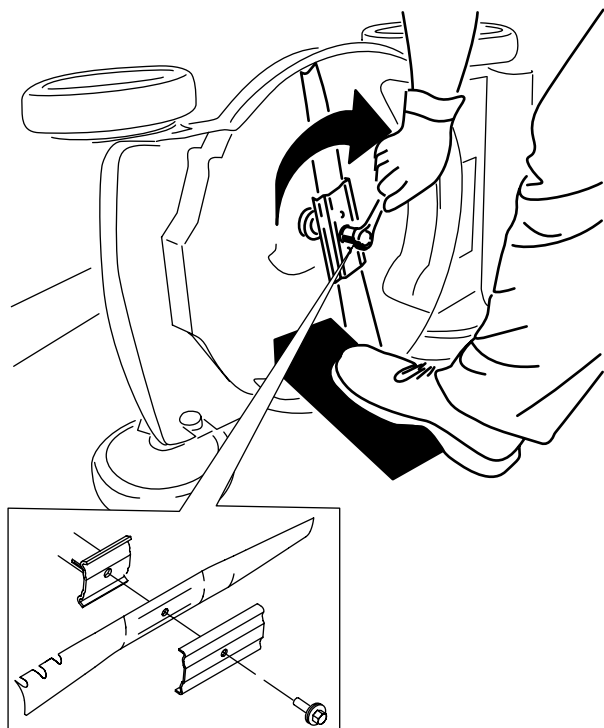

図 30
5. 新しいブレードを取り付ける。外したボルト類を使用する 図 30。